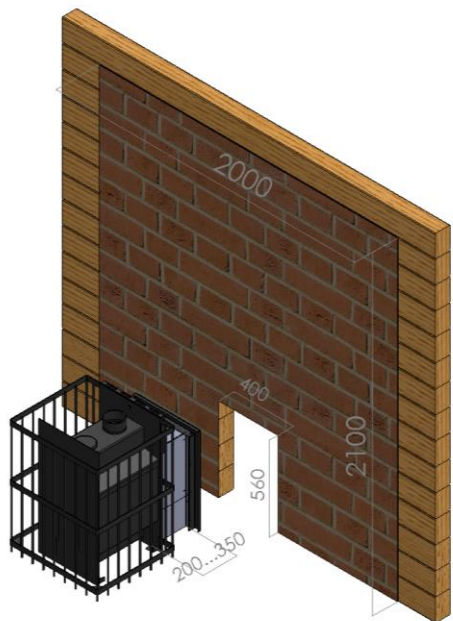

Рисунок 2. Схема установки печи.
- проделать в стене проём согласно рис. 2;